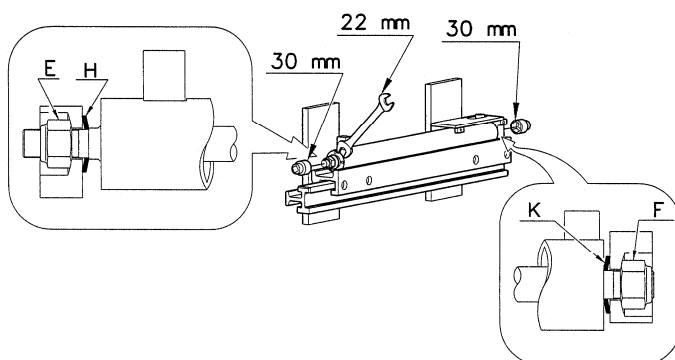

Fig.07
a) Smontaggio delle forche esterne, sfilandole dopo aver smontato il dado pos.F **Fig.07**.
b) Svitare il dado di attacco dello stelo **E** (**Fig.07**) e azionare con molta cautela la chiusura della pinza; lo stelo rientra senza spostare le forche.
c) Smontare i raccordi dell' impianto idraulico sui cilindri e smontare il dado **F** (**Fig.07**) sul codolo del fondello cilindro; infine sfilare il cilindro dagli attacchi.